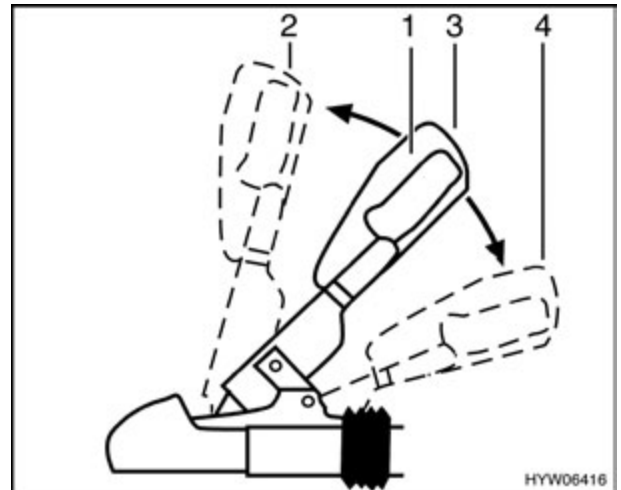

Fig. 5 Accouplement de sécurité WS 3000 D
- Tirer la poignée d'attelage (Fig. 5,1) vers le haut en position "ouvert" (Fig. 5,2). Le dispositif d'attelage est ouvert.
- Placer le dispositif d'attelage ouvert sur la rotule d'attelage et relâcher la poignée d'attelage. La poignée glisse d'elle-même en position initiale (Fig. 5,3).
- Activer l'installation du dispositif de stabilisation. Appuyer la poignée d'attelage en position fermée (Fig. 5,3) jusqu'à la butée vers le bas (Fig. 5,4).
Pour éteindre le dispositif de stabilisation, p. ex. en roulant sur de la neige ou de la glace, tirer lentement la poignée d'attelage (Fig. 5,1) vers le haut jusqu'à la position fermée (Fig. 5,3).